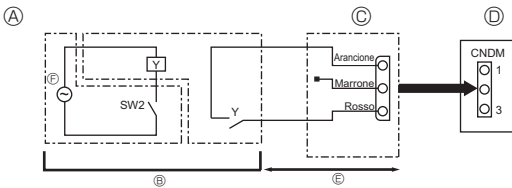

Fig. 10-2
- ⑥ Adattatore di input esterno (PAC-SC36NA-E)
① Pannello di comando dell'unità esterna
② Max. 10 m
③ Alimentazione per relè
10.2. Funzione a richiesta (modifica in loco) (Fig. 10-2) (solo per condizionatori d'aria)